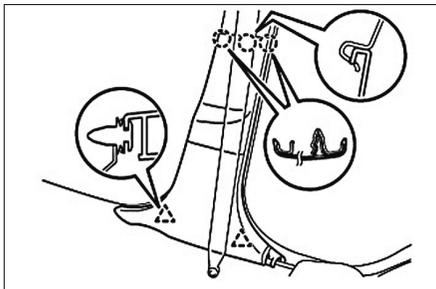

FIG. 120
- Déposer de chaque côté, les garnitures de montants centraux inférieurs (Fig.120).